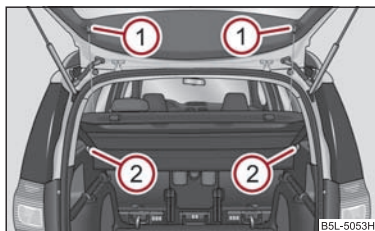

Fig. 79 Desmontaje de la cubierta del maletero
- Desenganchar las cintas de sujeción en la tapa de maletero ① ⇒ fig. 79.
- Retire la cubierta del maletero hacia atrás de los soportes ② o presione en la zona delantera sobre la parte inferior de la tapa del maletero.
- Para volver a efectuar el montaje, introducir primero la cubierta del maletero en la fijación ② y, a continuación, enganchar las cintas de sujeción ① en la tapa de maletero.